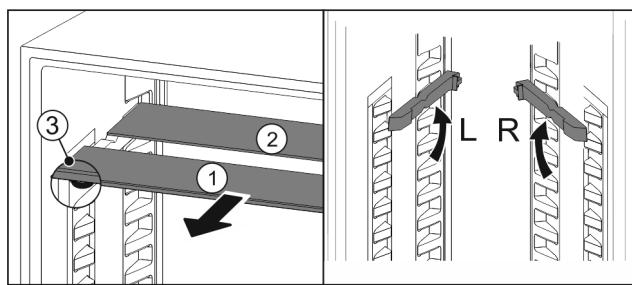

Fig. 51
- По одной извлеките Fig. 51 (1) стеклянные панели движением вперед.
- Стеклянная панель Fig. 51 (1) с декоративной планкой лежит спереди.
- Стопоры Fig. 51 (3) показывают вниз.